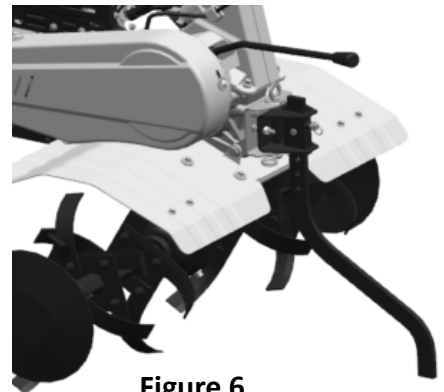

Figure 6
2. Réglage de la profondeur de binage - Réglez la hauteur du patin de profondeur pour modérer la profondeur de binage. Pour augmenter la profondeur, abaissez le levier, pour la réduire, relevez le levier (voir fig. 6).